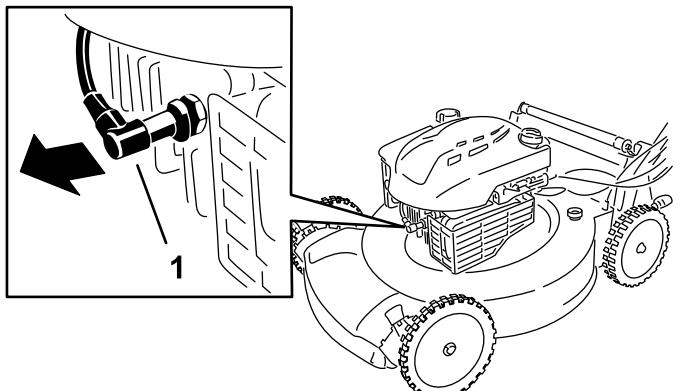

Figura 23
- Scollegate il cappellotto dalla candela (Figura 23).
2. Scollegate il cappellotto dalla candela (Figura 23).